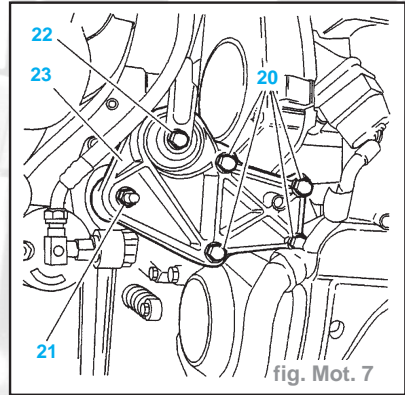

fig. Mot. 7
- le bouchon de remplissage d'huile (17)
- les vis (18)
- le cache-style (19)
- Poser le bouchon de remplissage d'huile (17).
- Mettre en place l'outil (8) (élingue 2517-T bis).
- Déposer (fig. Mot. 7) :
- les vis (20)
- l'écrou (21)
- la vis (22)
- le support moteur (23)